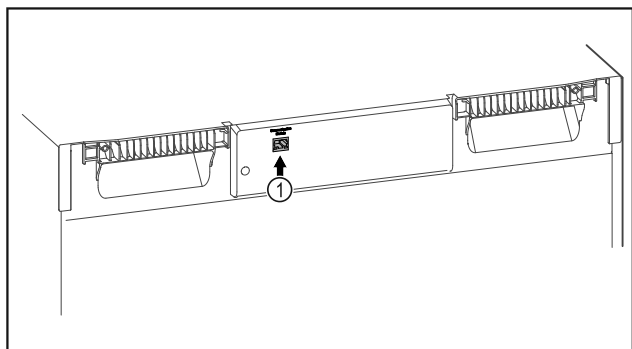

Fig. 102
- ☐ SmartModule Fig. 102 (1) ir ievietots.